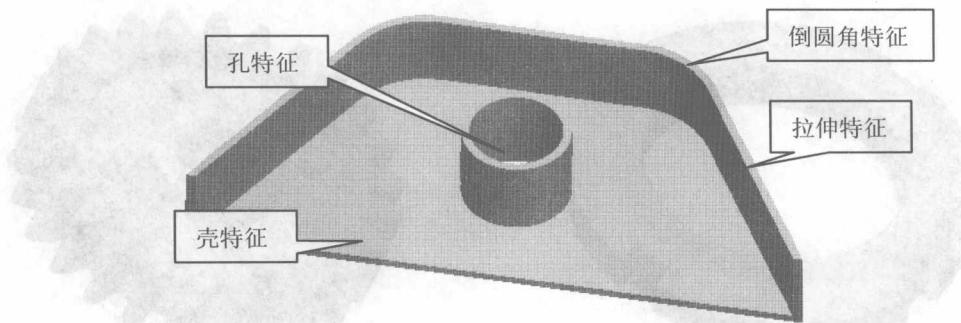

图 1-1 基于特征建立的模型
- 基于特征进行建模：Pro/E 软件将一些具有代表性的几何形状定义为“特征”，比如拉伸、旋转、孔、壳、筋、倒圆角等。用户可以按照一定的顺序将若干特征进行“叠加”，以此创建模型。例如，图 1-1 所示的模型由拉伸特征、孔特征、倒圆角特征和壳特征共同构成。